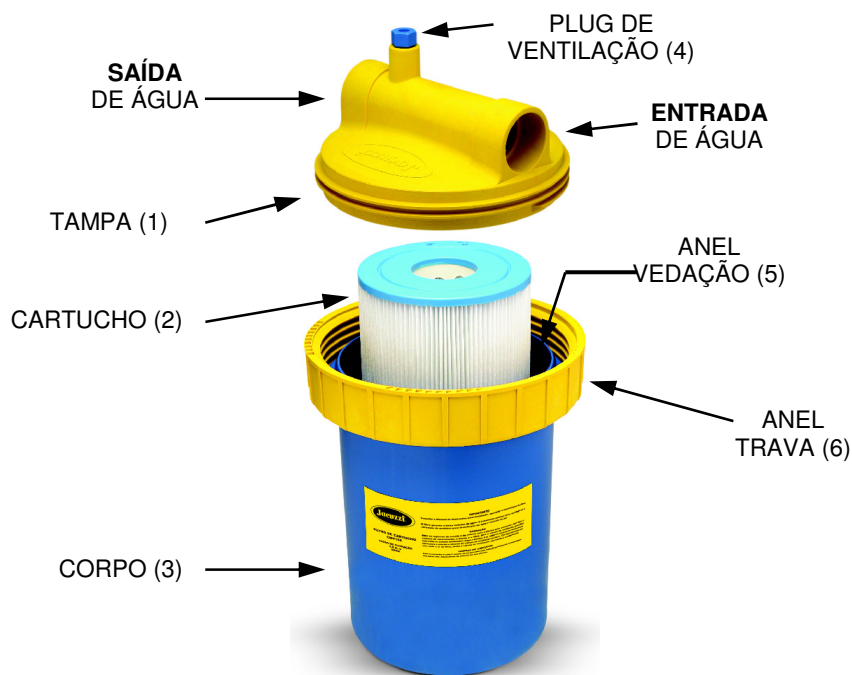

Figura 1
Os filtros série CWF são construídos em material termoplástico reforçado sendo constituídos de um corpo provido de plug de drenagem e uma tampa dotada de plug de ventilação, de um elemento filtrante tipo cartucho, formado por manta de poliéster plissada, que propicia uma grande área de exposição e capacidade de retenção de partículas de até 25 micra (figura 1), e bomba tipo auto-escorvante, monofásica, da série A, construída também em material termoplástico reforçado, com pré-filtro incorporado com tampa transparente, e vedação por selo mecânico.
3. Abra o plug de ventilação do filtro (figura 1 (4)), girando-o uma volta no sentido anti-horário. Retire o plug do dreno, para a drenagem da água contida no filtro.
4. Retire o anel trava do filtro (figura 1 (6)). Não é necessário o uso de ferramentas, pois ele é apertado manualmente.
5. Remova o corpo do filtro (figura 1 (3)) e o cartucho (figura 1 (2)), de seu interior.
3. Limpe o anel de vedação do corpo do filtro (figura 1 (5)) e recoloque-o no seu alojamento.
5. Encaixe o corpo sob a tampa do filtro (figura 1 (1)) e recoloque o anel trava, apertando-o firmemente com a mão.